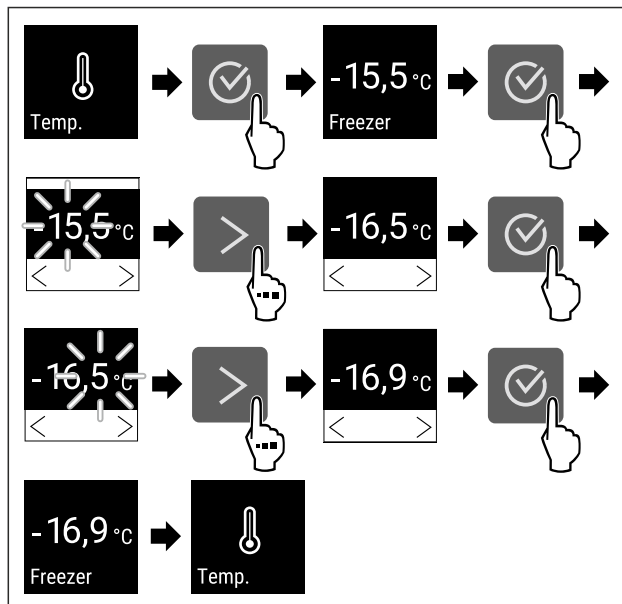

Fig. 66 Temperatuurwissel van -15,5 °C tot -16,9 °C
- ▶ Stappen (zie Fig. 66) uitvoeren.